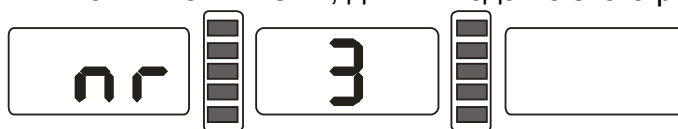

Рисунок 10-13
10.6.1 Нажмите клавишу a+, цифровые индикаторы на панели управления покажут изображение, как на рисунке 7-1. Нажмите клавиши D и OPT. Дисплей покажет количество спиц на колесе (рисунок 10-13). Нажимая клавишу b+ или b-, введите нужное количество спиц. Для сохранения этого значения, нажмите клавишу D и OPT. Медленно вращаем колесо, пока место крепления грузика, который нужно разделить и спрятать, не окажется на самом верху колеса в позиции «12 часов». Нажмите клавишу D и OPT для перехода в режим потайной фиксации. После окончания работ, опять нажмите D и OPT, для выхода из этого режима;